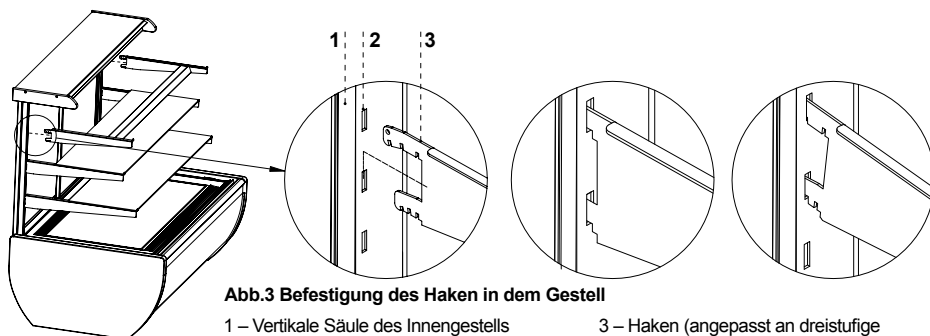

Abb.3 Befestigung des Haken in dem Gestell
1. (nur für „Jamajki“) Die Haken und Beleuchtungslampe in dem Gestell einbauen Abb.3 (S.26)